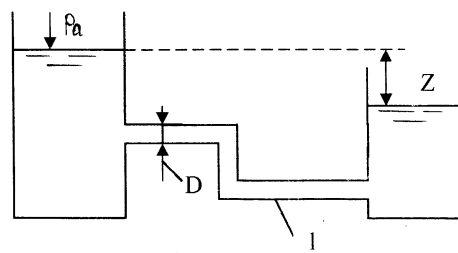

Рис. 12
1.1. Для турбулентного движения жидкости в трубопроводе (рис.12) написать расчетную формулу для определения величины расхода Q . Установить, как изменится Q , если разность уровней увеличится в девять раз. Во сколько раз изменится общий расход, если параллельно данному трубопроводу устроить еще три таких же?